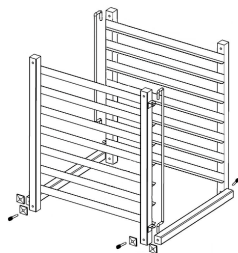

Рис. 1
- Сначала закрепить 2 поперечные планки внизу, при собранных боковых элементах транспортной тележки. Между поперечной планкой и боковым элементом тележки, а также между боковым элементом тележки и болтом вложить квадратную подкладку. После этого докрутить винты с помощью шестиугольного внутреннего ключа (**рис. 1**).